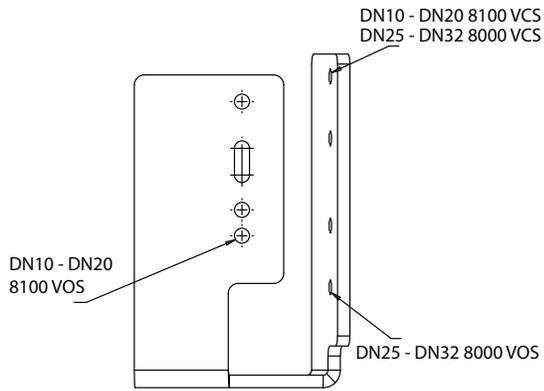
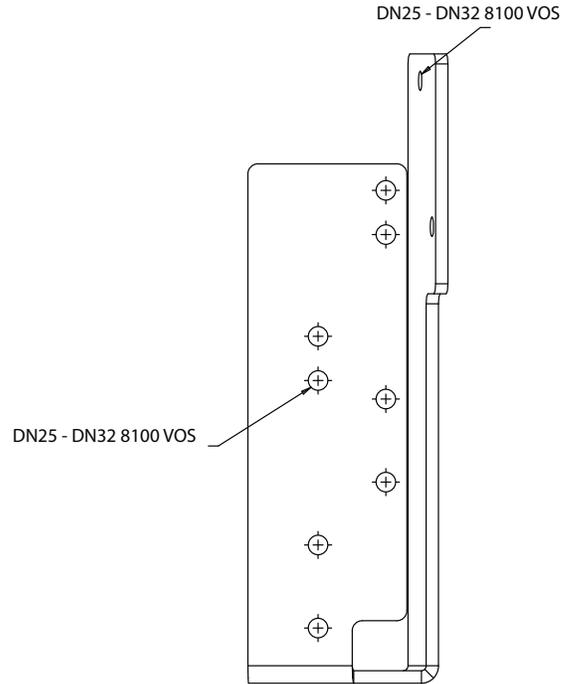

图2: IP67开关架
图5: IP67开关架
- 注意杆位和安装孔位置。小心拆下2颗螺钉, 抬起现有开关。参考图2至图5 (第10-30.4-45页), 确保开关位置正确。
- 参考图2至图5, 确保开关位置正确。型号的前4位代表阀门尺寸。例如, 1-1/4" H阀门的型号应为125H。